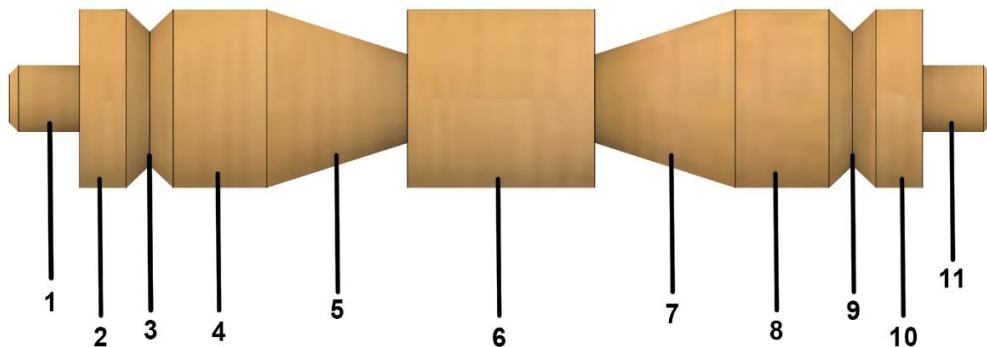

Рис. 1.
1. В соответствии с представленным изображением детали (рис. 1) и на основе представленных в таблице данных разработайте чертёж детали. Форму изделия, представленную на рисунке, сохраните без изменений, на торцах детали выполните фаски $2 \times 45^\circ$. Чертёж выполните в масштабе М 1:1.